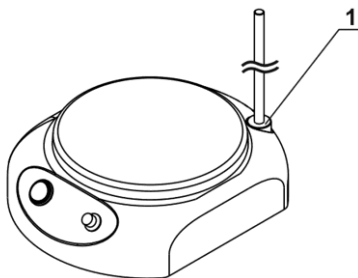

Рисунок 1. Штатив SR-1 для MMS-3000
- 4.4 **Установка штатива SR-1 на MMS-3000.** Выкрутите и сохраните винт из крепления штатива (рис. 1/1) на задней стороне прибора. Закрепите часть штатива с контргайкой, вкрутив эту часть (рис. 1/1) и закрепив контргайкой. Закрутите вторую часть штатива в установленную.